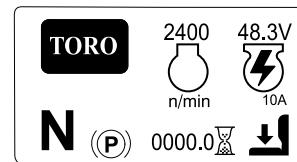

Figura 20
- **Schermata delle informazioni principali** (Figura 20): mostra le informazioni correnti sulla macchina mentre la chiave è in posizione di ACCENSIONE.